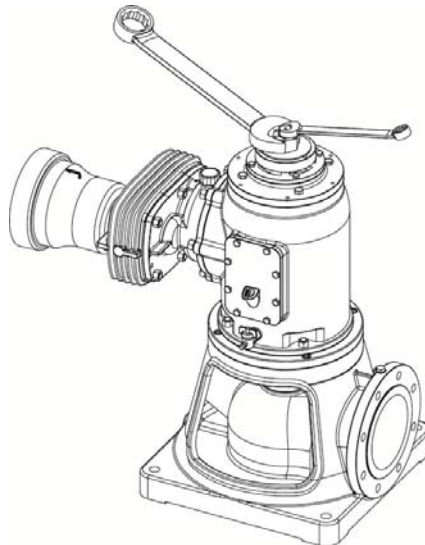

Figure 12
- Placer une clé plate **O** sur les méplats du manchon et une autre clé plate **P** sur l'écrou de réglage (fig. 12).